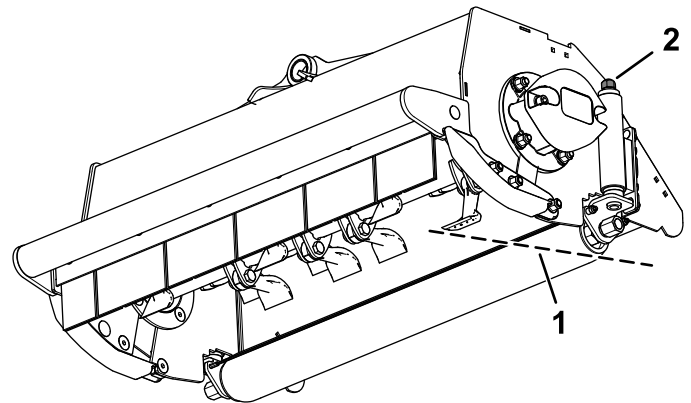

Figure 26
1. Tournez l'écrou de réglage aux deux extrémités dans le sens horaire pour réduire la hauteur de coupe ou dans le sens antihoraire pour augmenter la hauteur de coupe (Figure 26).